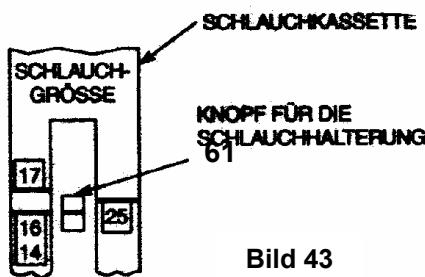

Bild 43
Die Cassette large hat auf der Saug- und Druckseite einstellbare Schlauchhalterungen. Mit diesen wird die Schlauchklemmung auf die unterschiedlichen Schlauchabmessungen eingestellt. Der Knopf (61) für die Einstellung der Schlauchhalterung wird nach Bild 43 nach folgender Tabelle eingestellt: